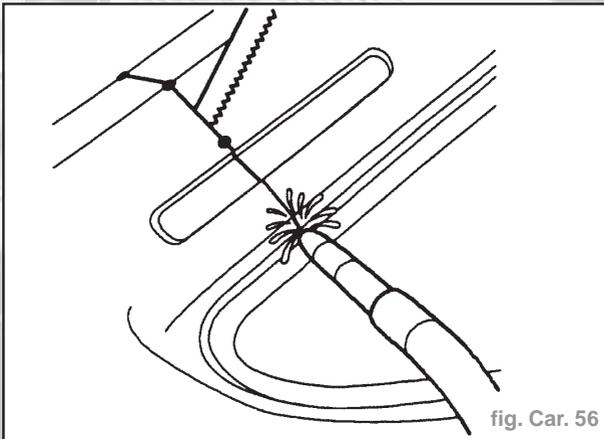

fig. Car. 56
- Souder les joints bout à bout par des points MIG et révéifier l'alignement et le contour des panneaux, selon le besoin. Prendre soin de maintenir un espace pour minimiser les déformations dues au soudage, en intercalant une lame de scie à métaux comme guide approximatif (Fig. Car. 56).